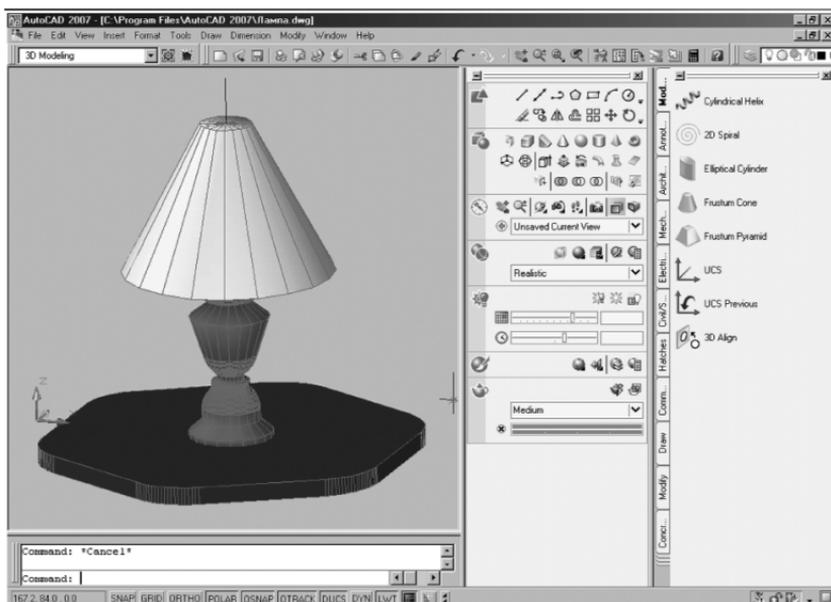

Рис. 7.1. Окно рабочего пространства 3D Modeling (3М моделирование)
После первого запуска программы (см. рис. 1.1) в диалоговом окне можно было выбрать интерфейс 3D Modeling (3М моделирование). Но для переключения в этот режим при последующих запусках можно воспользоваться командой **Tools** ⇒ **Workspace** ⇒ **3D Modeling** (Сервис ⇒ Рабочее пространство ⇒ 3М моделирование) или после выбора соответствующего режима на панели **Workspace** (Рабочее пространство) под системной строкой выпадающих меню (рис. 7.1).
В режиме **3D Modeling** (3М моделирование) рабочее окно программы меняется. В AutoCAD 2007 появилась панель **Dashboard** (Инструментальная панель), которая состоит из следующих панелей управления (рис. 7.1, правая часть окна):
- **Realistic** (Реалистичный) – заливает поверхность цветом объекта или типом материала (рис.7.1);